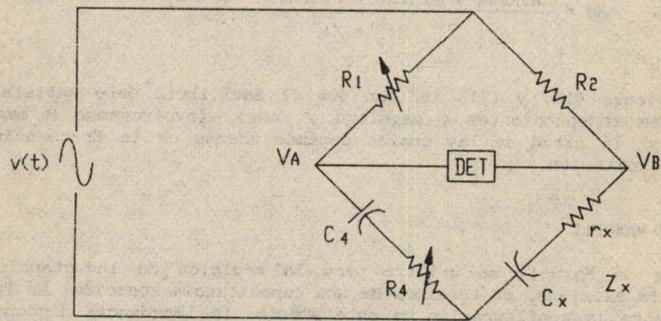

Figura 10
La figura 10 muestra el circuito básico del puente de comparación de capacitancias.
a) Arme el circuito de la figura 10 con los siguientes valores: